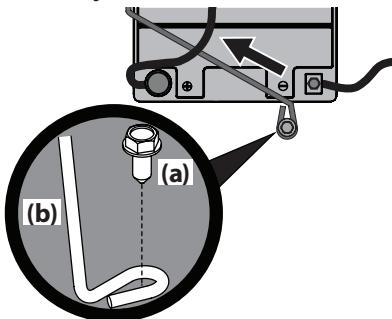

Figura 15
**NOTA:** El mazo de cables debería colocarse sobre la parte superior de la barra de sujeción de batería. De no ser así, el mazo de cables podría resultar dañado. Consulte la Figura 15 en la página 44.
3. Extraiga el tornillo de arandela hexagonal (a) que sujeta la barra de sujeción de la batería al bastidor (b). Luego levante la barra de sujeción de la batería (b) para liberar la batería. Consulte la Figura 15.